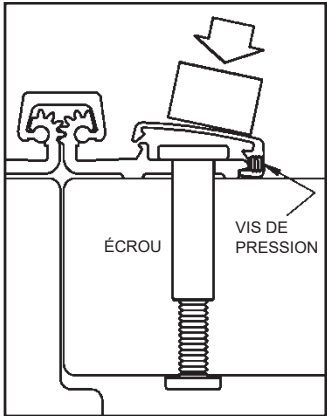

Fig. 7
- b. Le couvercle du battant du cadre de la charnière n'est pas amovible. Commencez à presser le couvercle sur l'extrémité supérieure de la charnière (en alignant le bord supérieur du couvercle avec le bord supérieur de la charnière) et tapez lentement avec un marteau en caoutchouc jusqu'à ce que le couvercle complet soit mis en place. Assurez-vous que le marteau n'endommage pas la surface du couvercle. Voir la figure 7.